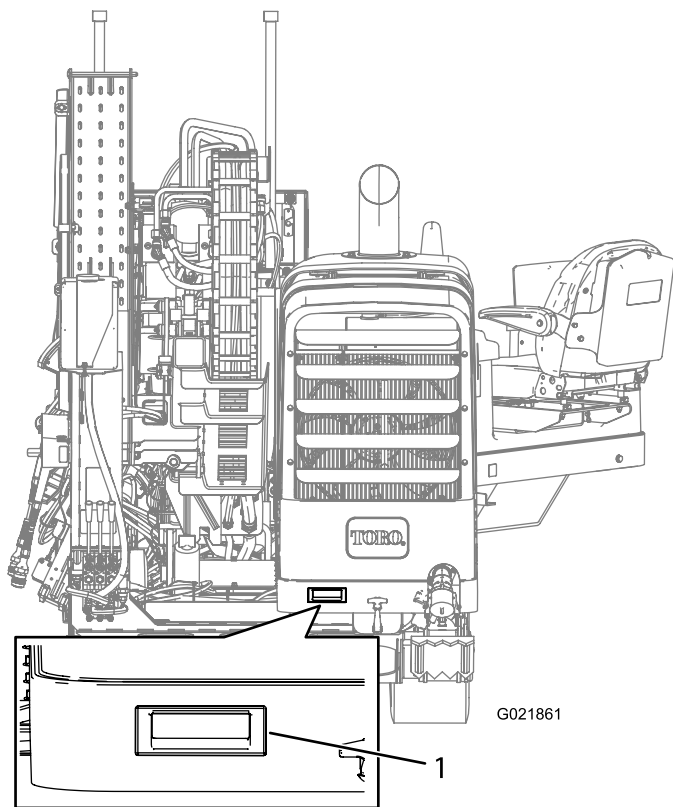

Figura 98
3. Levante el asa, según se muestra en la (Figura 98).